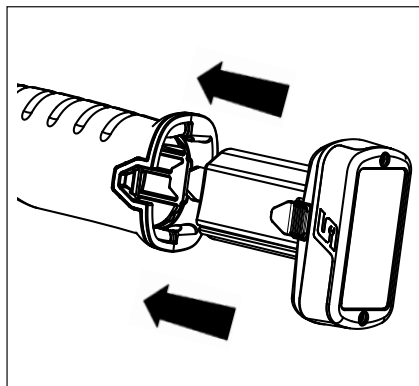

Figura 3: Inserimento della batteria
1. Inserire una batteria della serie CTB completamente carica nella base dell'utensile, come indicato in Figura 3.